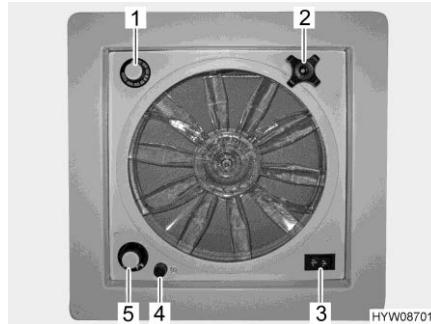

Fig. 70 Oblò con ventilatore
- Un fusibile da 4 A (Fig. 70,4) protegge da sovraccarico il motore del ventilatore. Se si verifica un sovraccarico: Per prima cosa individuare ed eliminare la causa (ad es. il ventilatore è sporco), poi sostituire il fusibile.
Apertura oblò: ■ Ruotare la maniglia girevole (Fig. 70,2), finché non si raggiunge l'angolo di apertura desiderato.
Aerazione/sfiato: ■ Portare l'interruttore a levetta (Fig. 70,3) su "Aerazione" (flusso d'aria dall'esterno verso l'interno) o "Sfiato" (flusso d'aria dall'interno verso l'esterno).
Spegnimento del ventilatore: ■ Portare l'interruttore a levetta (Fig. 70,3) sulla posizione centrale.
Impostazione della velocità del ventilatore: ■ Posizionare l'interruttore girevole (Fig. 70,5) sul grado desiderato:
Impostazione della temperatura: ■ Ruotare il termostato (Fig. 70,1) fino alla battuta in direzione "blu".
Sostituzione del fusibile: ■ Ruotare il cappuccio nero (Fig. 70,4) di un quarto di giro in senso antiorario.